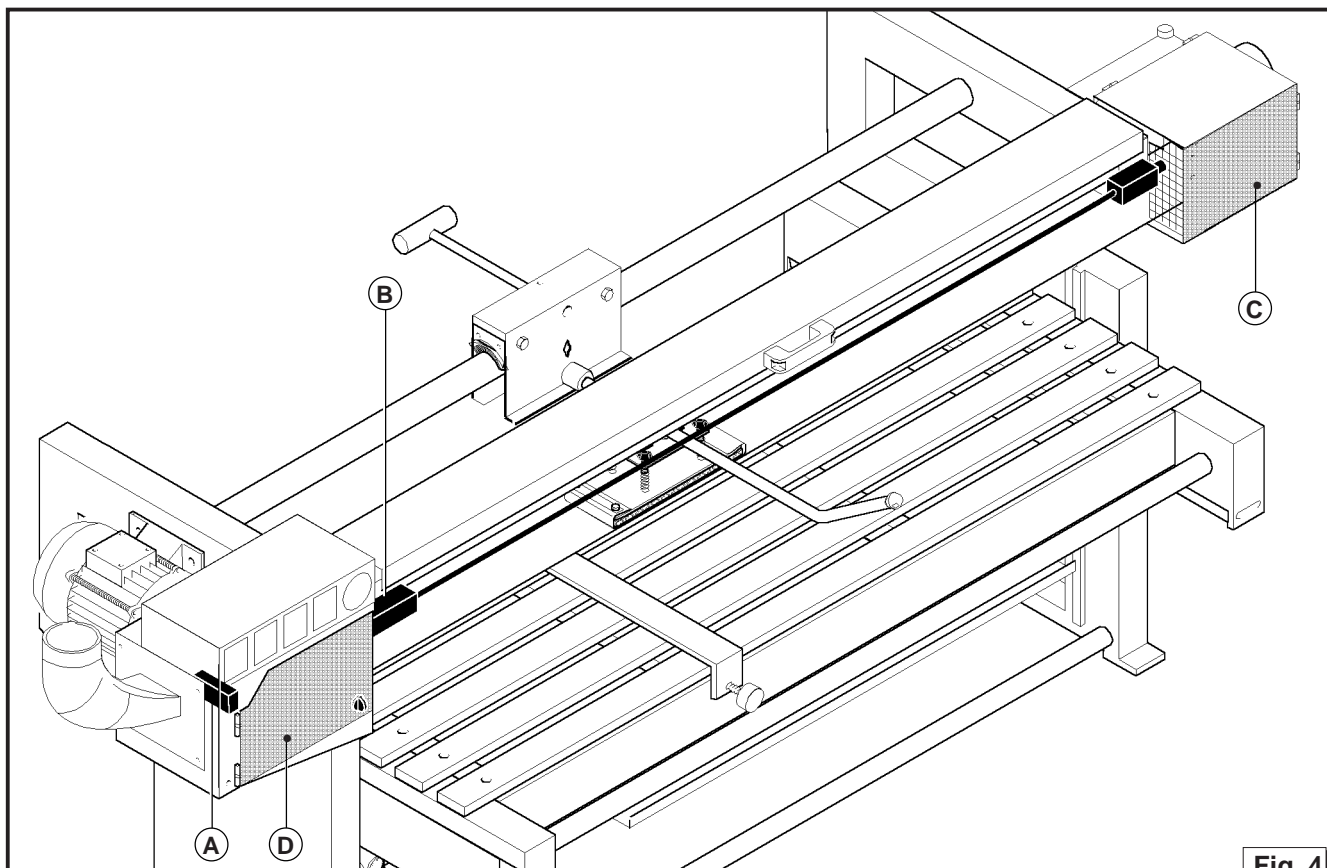

Fig. 4
2.7. DISPOSITIVI DI SICUREZZA (fig. 4)
2.7. SAFETY DEVICES (fig. 4)